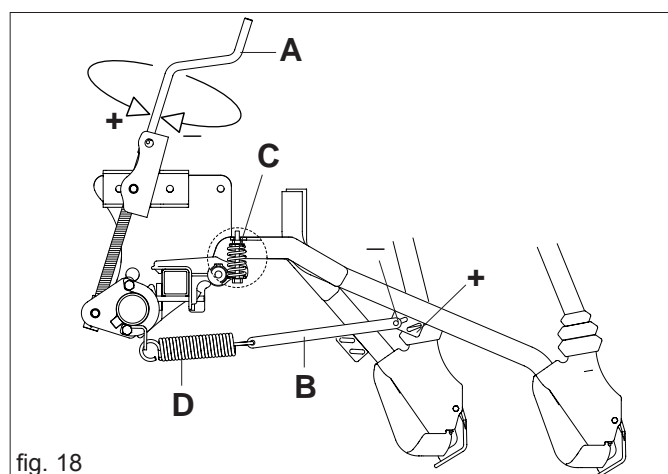

fig. 18
On peut ultérieurement régler la pression, séparément, en changeant la position de la tringle (B Fig. 18).
Seulement avec socs à sabot il y a un ressort (C, Fig. 18), que permis de mettre au zéro le poids de chacun élément à ressort (D) complètement déchargé. Dans cette situation il est possible effectuer ensemencements superficiels.